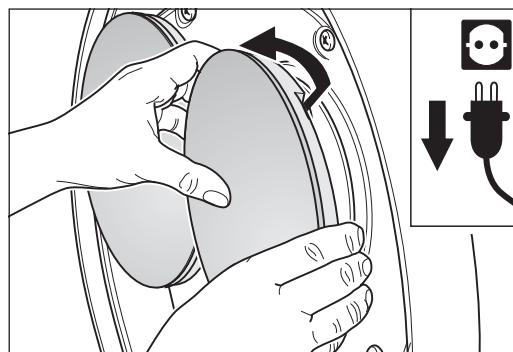

Fig. 35 Agarre por detrás del disco con las yemas de los dedos y sáquelo hacia delante.
- 5 Quite el disco lijador o los cepillos. Para este fin agarre por detrás del disco con las yemas de los dedos y sáquelo de los soportes de goma (Fig. 35).